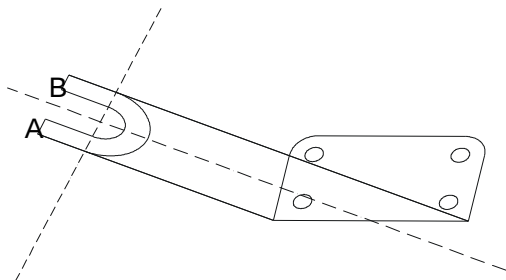

图 6-3-5
STEP 01 使用 LINE、FILLET、CIRCLE 等命令绘制 30° 斜面，如图 6-3-5 所示。其具体操作如下：
指定第一点：点取 A 点，如图 6-3-5 所示